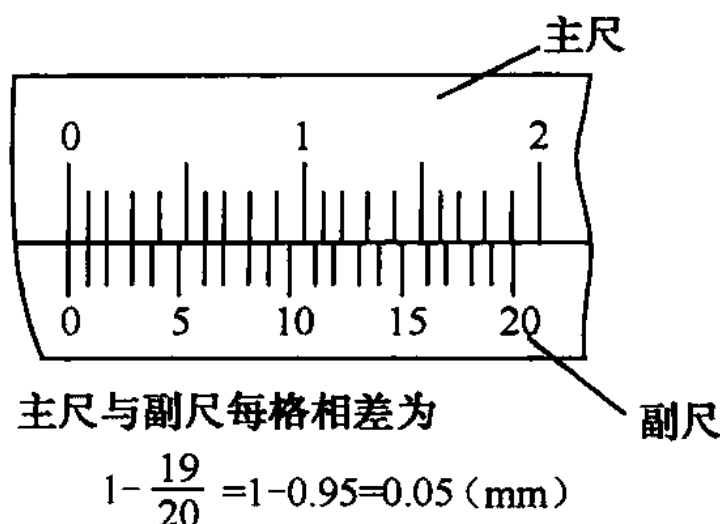

图 1-12 0.05mm 游标卡尺刻线原理
(3) 刻线原理 (图 1-12):
① 0.05mm (1/20) 游标卡尺。主尺每格 1mm，主尺上的 19mm 在副尺 (游标) 上等分 20 格，则副尺每格 = $19/20 = 0.95$ (mm)，主尺与副尺每格相差 $1 - 0.95 = 0.05$ (mm)。所以，0.05mm 游标卡尺的测量精度为 0.05mm。